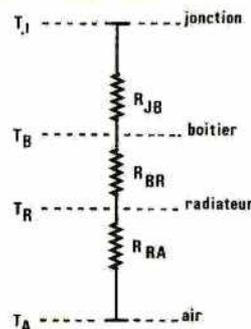

Figure 17
Finalement, sur le plan thermique, le schéma équivalent du montage est celui de la figure 17, qui fait apparaître les températures décroissant de  $T_J$  à  $T_A$ , et les différentes résistances thermiques, qui s'ajoutent en série.
- ensuite, la résistance thermique totale, comme le montre la figure 17, ne se réduit pas à  $R_{JB}$ .